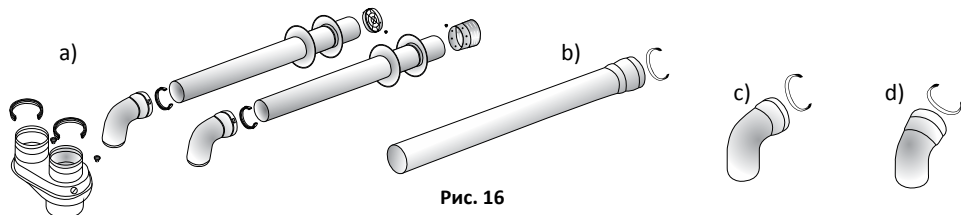

Рис. 16
Имеющиеся соединительные детали для подключения парного дымохода (Рис. 16)
1. Комплект парного герметичного дымохода $\varnothing 80 \times 80$ мм (Рис. 16а)
2. Удлиняющая деталь 500 мм / 1000 мм $\varnothing 80 \times 80$ мм (Рис. 16б)
3. Колено $90^\circ \varnothing 80 \times 80$ мм (Рис. 16с)
4. Колено $45^\circ \varnothing 80 \times 80$ мм (Рис. 16д)